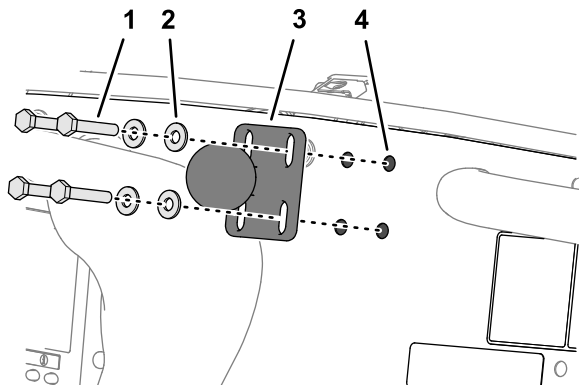

**Figura 136**
- Monte provisionalmente la pletina del refuerzo en los 4 pernos con arandela prensada ( $\frac{1}{4}$ " x  $1\frac{1}{2}$ " ) con 4 contratuercas ( $\frac{1}{4}$ " ), como se muestra en la Figura 136.